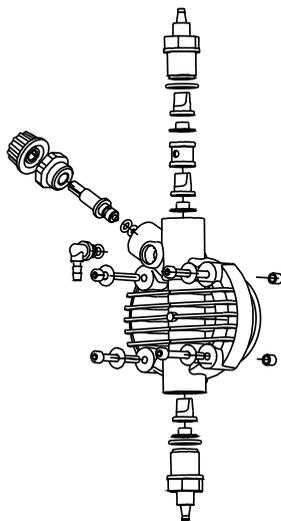

Fig. 11
2. Verificar pelo menos a cada 6 meses o funcionamento da bomba, o aperto dos parafusos do cabeçote e de porcas-trava, particularmente na dosagem de líquidos agressivos, efetuando um controle ainda mais freqüente da concentração do aditivo no sistema; uma redução dessa concentração pode ser causada pelo desgaste das válvulas (que neste caso devem ser substituídas tendo atenção ao remontá-las como na Fig. 11) ou ainda o entupimento do filtro que deve ser limpo como indicado no item 3 a seguir.
Para efetuar esta operação, se a bomba não está fixada ao sistema, se pode fazê-la pulsar por poucos segundos (15 a 30) tendo-a de ponta cabeça e sem as mangueiras conectadas aos nipples, se for impossível virar a bomba, deve-se desmontar e remontar o cabeçote (Fig. 11), utilizando-se dos quatro parafusos de fixação.